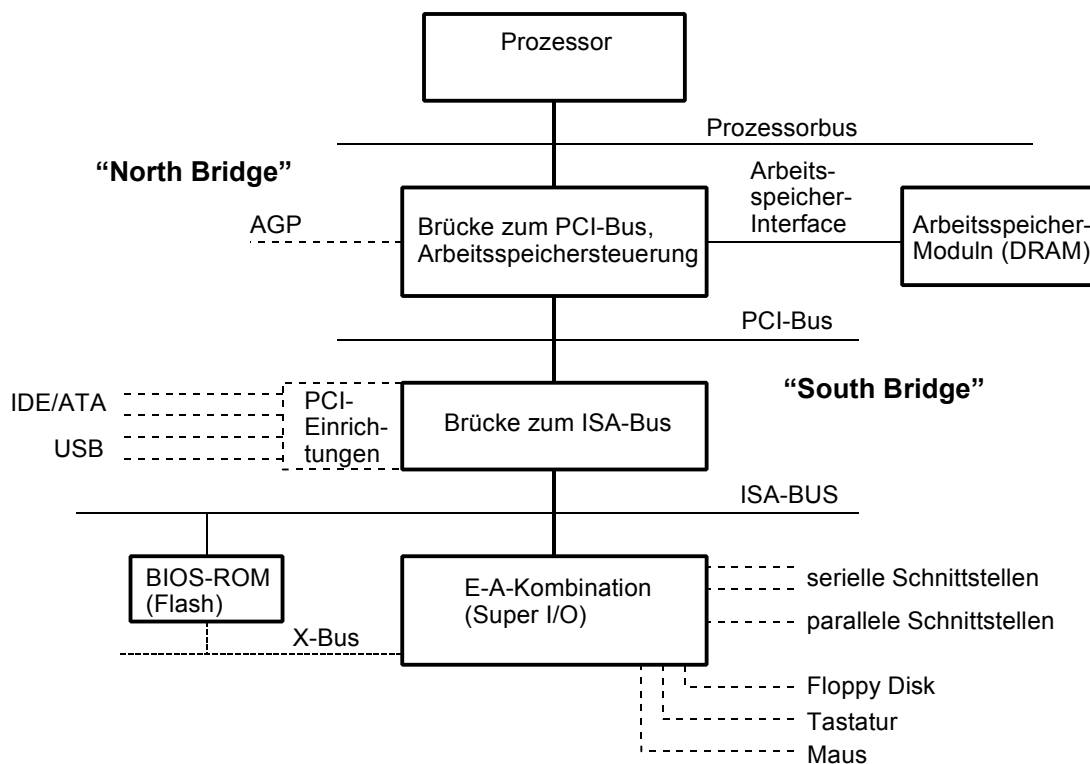
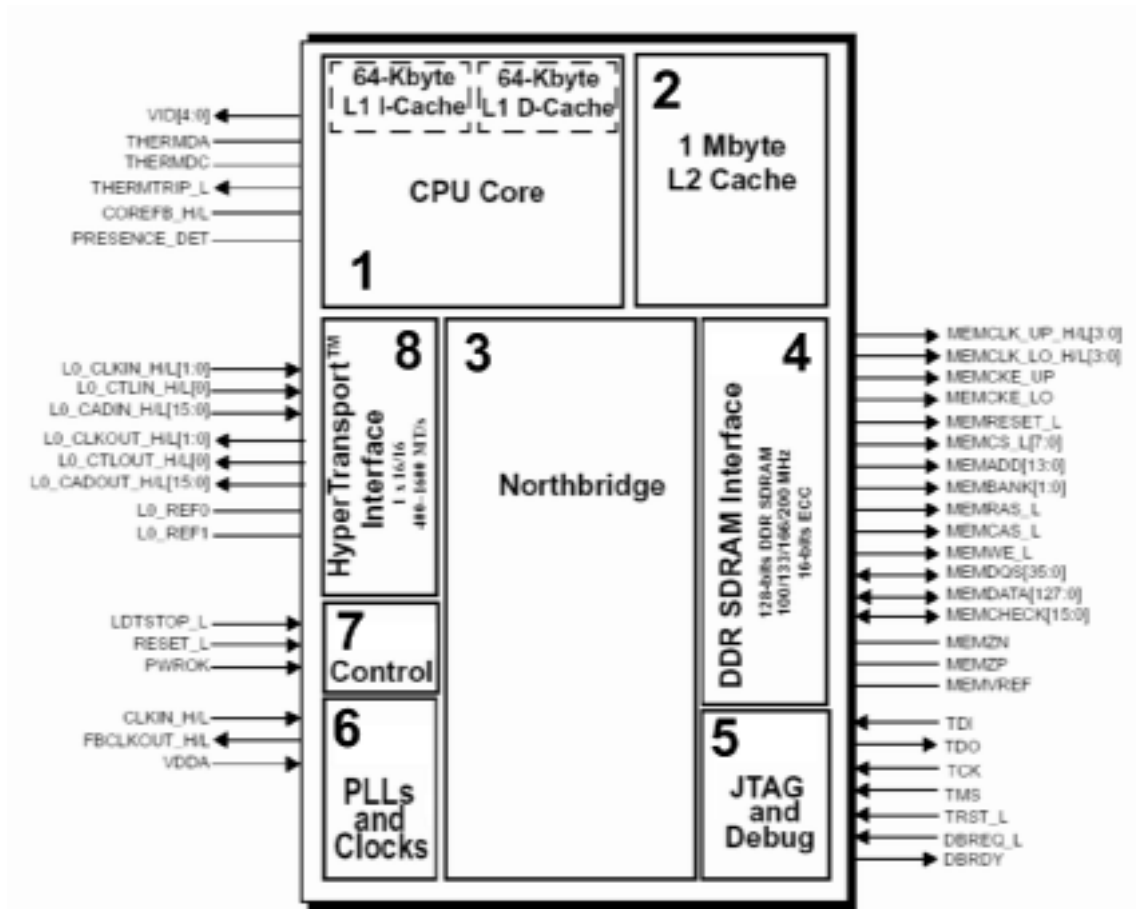

Abbildung 1.37 Anordnung von Motherboard-Schaltkreisen nach dem Brückenprinzip
Abbildung 1.40 Es geht auch anders... Die Struktur des Athlon64 FX (AMD)
1.6.2. Plattform-Organisation (1): das Brückenprinzip
Verschiedenartige Bussysteme müssen grundsätzlich über Brücken (vgl. Abbildung 1.5) miteinander verbunden werden. Diese Brücken ermöglichen es, die Steuerschaltkreise über ohnehin erforderliche standardisierte Schnittstellen gleichsam hintereinanderschalten (Ersparnis an Schaltkreisanschlüssen). So wird beispielsweise der PCI-Bus doppelt ausgenutzt: (1) als Erweiterungsbuss (Slot-Bus) sowie (2) als Schnittstelle zum ISA-Bus und zur Plattform-Peripherie (Abbildung 1.37).
Diese Bezeichnungen gehen auf Intel zurück. Sie erklären sich aus dem Vergleich des Schemas von Abbildung 1.37 mit einer Landkarte, bei der „oben = Norden“ gilt. Also: die North Bridge (sprich: Norrs Bidsch) ist der Schaltkreis, der den Prozessorbus und den PCI-Bus miteinander verbindet. Sinngemäß verbindet die South Bridge (sprich: Sauss Bidsch) den PCI-Bus mit dem ISA-Bus.
2. da die Bussysteme auch zum bloßen Weiterreichen von Zugriffen ausgenutzt werden, wird den Einrichtungen an den dazwischenliegenden Bussystemen gleichsam Datenrate entzogen. Wenn beispielsweise in der Anordnung von Abbildung 1.37 Datenübertragungsvorgänge zwischen Arbeitsspeicher und ISA-Bus stattfinden, so belasten diese zwangsläufig auch den PCI-Bus.
Der Prozessor greift über den über den Prozessorbus auf den Hauptverteiler 1 zu (wir beziehen uns auf Abbildung 1.37). Dieser veranlaßt über das Privatinterface 6 den E-A-Verteiler 2 dazu, einen LPC-Zugriff zum Super-IO-Schaltkreis 9 auszuführen. Hierdurch wird der eingebaute Disketten-Controller angesprochen. Arbeitsspeicher-Interface, AGP und PCI sind an diesem Zugriff nicht beteiligt.
Die Aufteilung wurde zunächst von den Möglichkeiten der Technologie bestimmt (Integrationsgrad, Größe der Gehäuse, Anzahl der Anschlüsse). Es war unmöglich, alles in einem Schaltkreis unterzubringen. Bei der Aufteilung lag es nahe, sich an den ohnehin vorzusehenden standardisierten Schnittstellen zu orientieren. So ist die herkömmliche Brücken-Struktur (vgl. Abbildung 1.37) zustande gekommen. Mittlerweile ist die Technologie so leistungsfähig, daß weitgehend beliebige „Abmischungen“ von Funktionen in einem Schaltkreis untergebracht werden können. Abbildung 1.40 zeigt ein Beispiel. Ein weiteres finden Sie in Kapitel 2 (Abbildung 2.20).